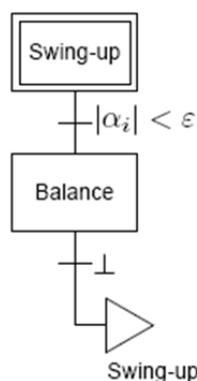

Abbildung 1: *SFC*-Programm für invertiertes Pendel
1. *Ablaufsprache*: Die Ablaufsprache (engl. *sequential flow chart*, *SFC*) beschreibt die Zustände und Zustandsübergänge eines Programms. Zustände von *SFC*-Programmen referenzieren Unterprogramme, die in unserem Fall Datenflussprogramme (siehe unten) sind. Abbildung 1 zeigt ein *SFC*-Programm, das einen Regler für ein selbstaufrechtendes invertiertes Pendel implementiert. Das Programm enthält einen (eindeuti-